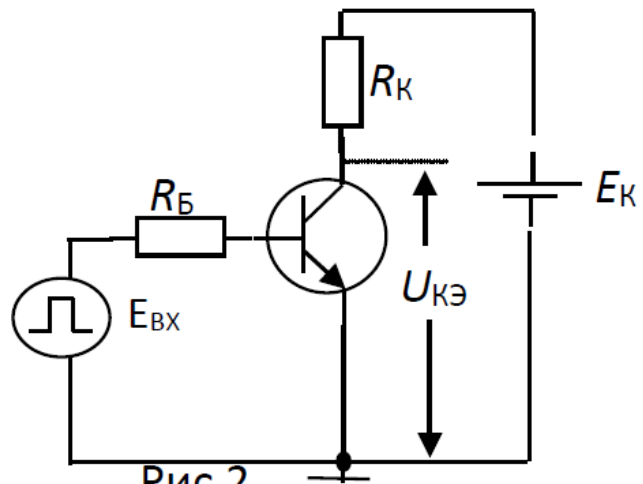

Рис.2
2. В схеме рис.2 $E_k=10 \text{ В}$; $R_k=10 \text{ Ом}$; $R_b=200 \text{ Ом}$;